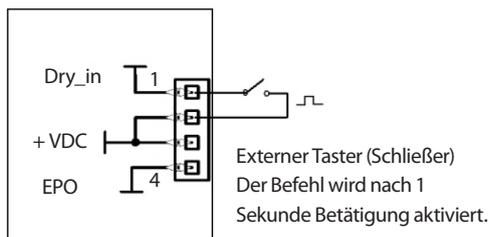

Abb. 14. Installation Taster "Dry_in"-Klemmen.
- Wird dieser Taster 1 Sekunde lang gedrückt, aktiviert der Kreis die Änderung des aktuellen Wechselrichterzustands, das heißt, wenn er ausgeschaltet ist wird er in Betrieb gesetzt und wenn er in Betrieb ist, wird er ausgeschaltet (siehe Abb. 14).